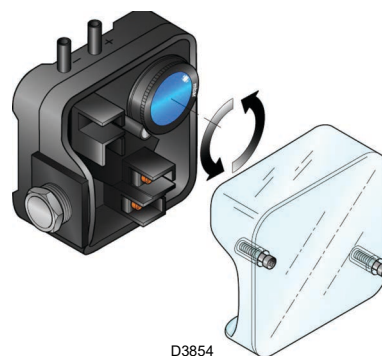

Fig. 36
- Régler le pressostat d'air (Fig. 36) en début d'échelle.
Effectuer le réglage du pressostat air après avoir effectué tous les autres réglages du brûleur avec le pressostat air réglé en début d'échelle (Fig. 36).